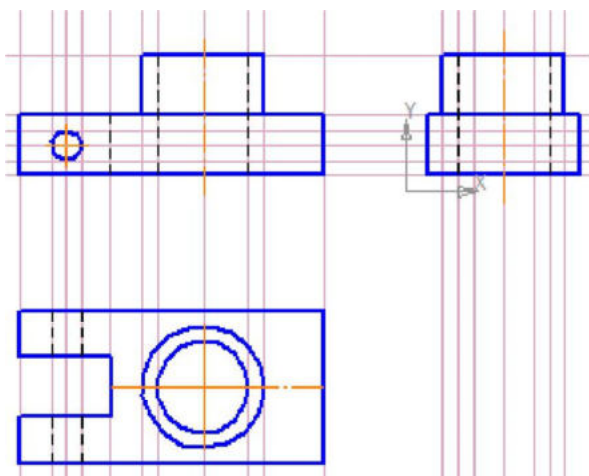

Рис. 10
- отрезком постройте невидимый контур сквозного отверстия $\Phi = 30$, изменив стиль линии на **Штриховую** (рис. 10). Не забудьте изменить стиль линии обратно на **Основную**;